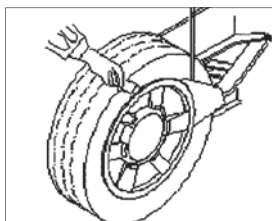
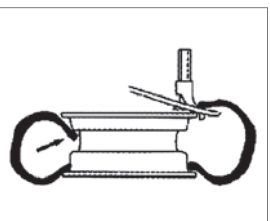

图1 对胎缘进行充分润滑
图2 将胎缘置于半球形突起
虽然拆装轮胎的过程及内容较为简单, 但是细节容易导致意外发生, 有几点还是需要注意的: ①拆胎前, 个别同学对胎缘进行充分润滑(图1), 在压胎时拆装头会磨损胎缘; ②拆胎时用撬杠将胎缘置于拆装头前端半球形突起, 当转盘转动时, 手脚配合生疏, 轮胎转动而手却没有轻微抬起轮胎底部, 或者没有随着轮胎一起转(图2); ③装复